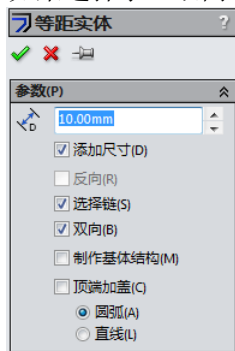

图 2-23 “等距实体”属性管理器
(1) 在草图中选择一个或多个草图实体、一个模型面、一条模型边线或外部草图曲线。
(2) 单击“草图”工具栏中的“等距实体”按钮, 或执行“工具”→“草图工具”→“等距实体”菜单命令。
(3) 在出现的“等距实体”属性管理器(如图 2-23 所示)中设置以下等距属性：